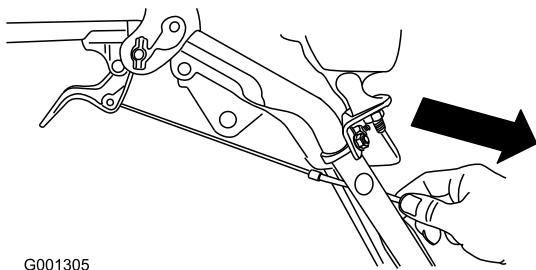

Figure 9
4. Tirez doucement sur la gaine du câble jusqu'à ce que le levier d'embrayage de roue soit abaissé et que le câble soit tendu. Serrez ensuite fermement l'écrou de serrage du câble (Figure 9).